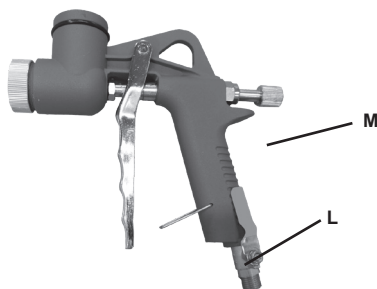

Рис.2
Для регулировки потока краски используйте ручку (М) (Рис.2). Для регулировки потока воздуха поворачивайте рычаг (L) (Рис.2).